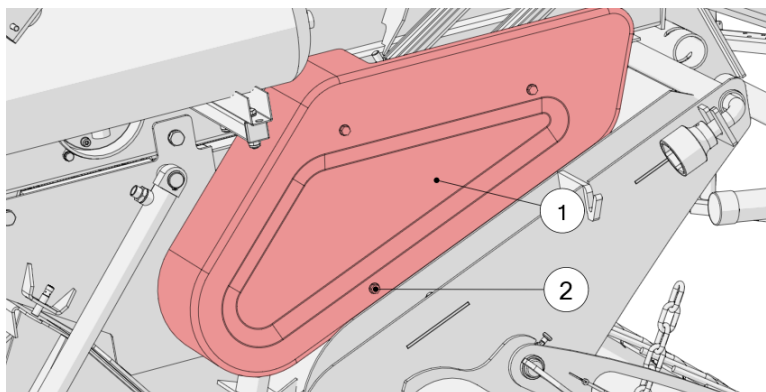

Figura 57. Cubierta del rotor derecha
- Retire la cubierta derecha del rotor (1) aflojando los tornillos (2) como se muestra en la figura 57;